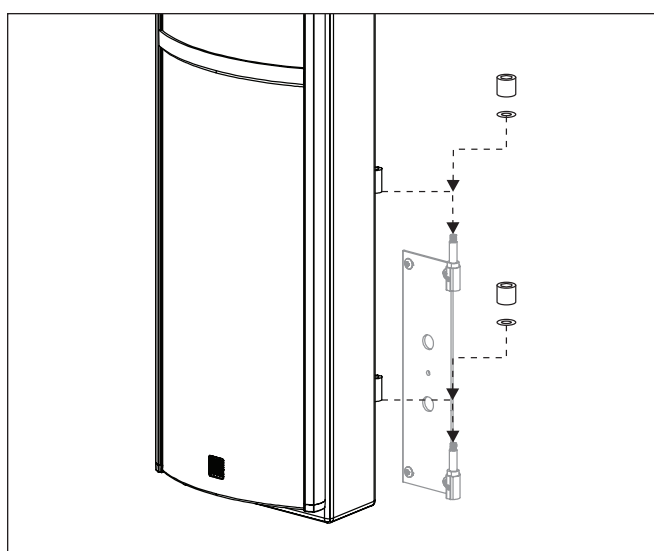

Figure 7. Étapes 8 et 10
- 9 Placez l'EFX sur le support mural en alignant les pièces cylindriques des charnières du support de boîtier sur les tiges qui pointent vers le haut du support mural. Abaissez délicatement l'EFX pour le mettre en place (voir figure 7).
- 10 À l'aide de la clé Allen de 6 mm, fixez un écrou borgne et une rondelle sur le dessus de chaque tige, mais ne serrez pas entièrement les écrous borgnes (voir figure 7).